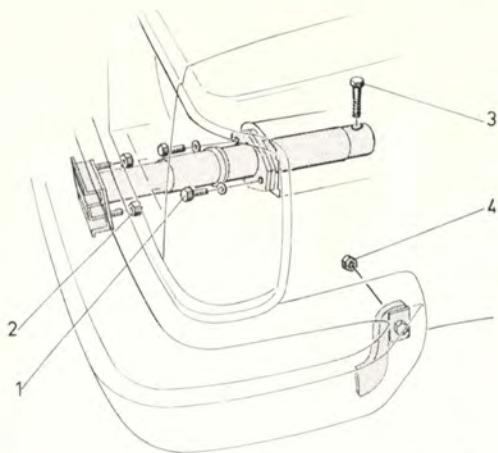

Bild 8-56. Demontering av stötfångare och krockdämpare
1. Demontera distansgumminas fästplåtar 4, bild 8-56.
2. Demontera stötfångarfästenas muttrar (2) och lyft ner stötfångaren.
2. Demontera styrbrickans två fästskruvar (1, bild 8-56) och fästskruven i sidobalken (3).